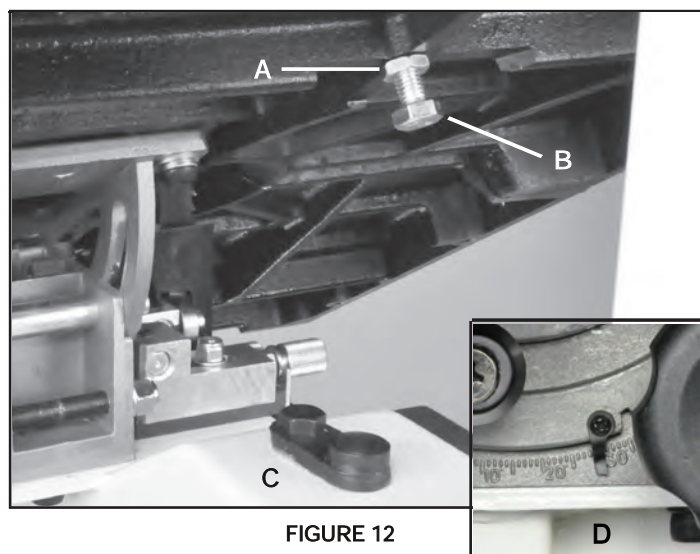

FIGURE 12
Le tableau peut être fixé à 90 ° par rapport aux côtés de la lame de scie en réglant la butée de table Boulon (# 8B) sous la table. Le boulon d'arrêt de la table repose sur le dessus de la butée Bloquer pivotement (# de 33A). Fig. 12.
1. Tout d'abord desserrer l'écrou de blocage (# 7B) du boulon Fig. 12, A.
3. Régler le boulon (Fig. 12, B), vers le haut ou vers le bas, jusqu'à ce qu'il soit en contact avec le pivotement Tableau Angle d'arrêt Block (# 33A) Fig. 12, C. Resserer l'écrou de blocage en veillant à ce que l'angle de la table mise en est maintenu.
4. L'indicateur d'angle (# 28B) sur le tourillon, peut être réglé en desserrant la vis à tête Phillips et en déplaçant le pointeur en position. Fig. 12 D.